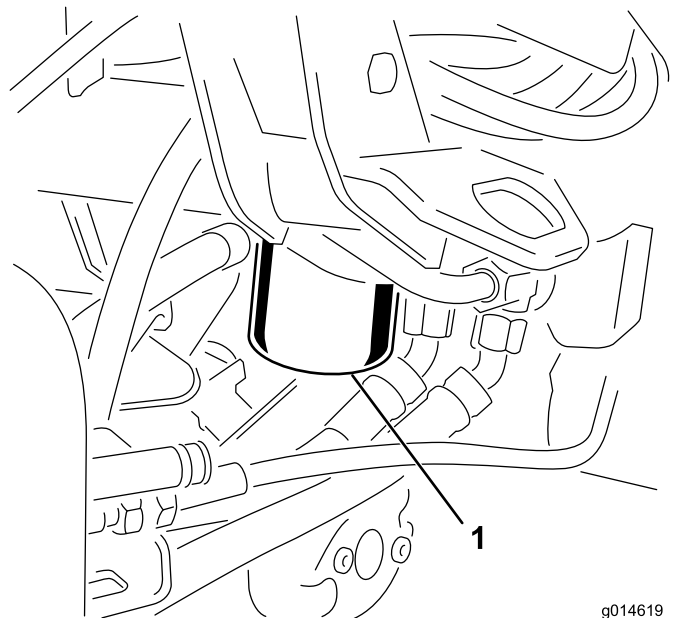

Figura 52
1. Limpie alrededor de la zona de montaje del filtro (Figura 52). Coloque un recipiente debajo del filtro y retire el filtro.